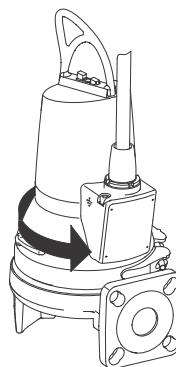

Fig. 8 Sentido do solavanco
3. Se estiver ligada corretamente, a bomba irá mover-se na direção contrária ao sentido de rotação. Consulte a fig. 8.